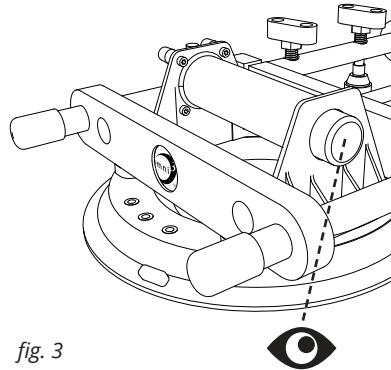

fig. 3
11. Monitoree continuamente las bombas de pulgar para asegurarse de que el collar rojo de advertencia no sea visible. Si se ve el collar de advertencia rojo, vuelva a bombeiar las bombas de pulgar. (ver fig. 3)